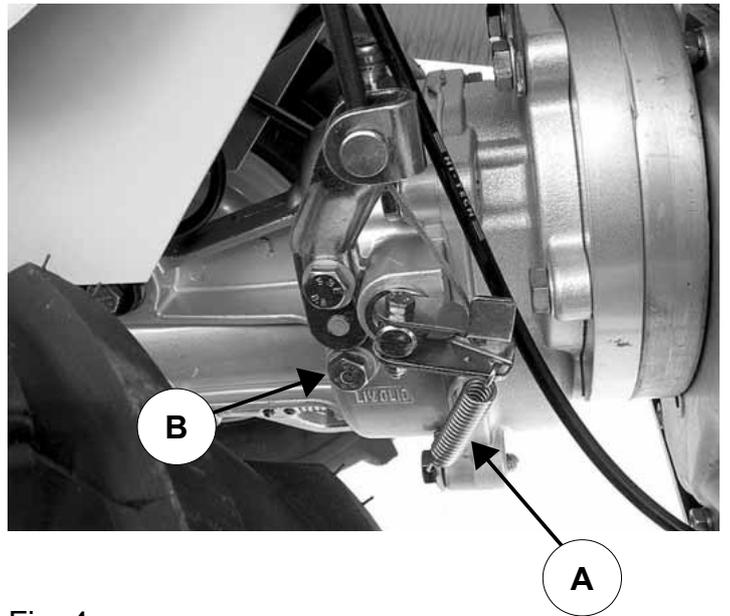

Fig. 4
- 7) Controllare l'olio cambio (olio cambio tipo 220 – fig.4, rif. B).
- Controllare che la levetta invertitore sul carter cambio sia nella posizione giusta (fig. 4, pos. A).
Controllare il livello ogni 50 ore circa di lavoro svitando la vite (fig. 4 – pos. B) e se occorre, aggiungere olio per cambio 220 (ISO-L-CKD, DIN 51502 PGLP; API GL5) quantità: 750 g (fig. 1C). Sostituire l'olio ogni 200 ore. Per togliere l'olio vecchio svitare il tappo (fig. 9, no.1).